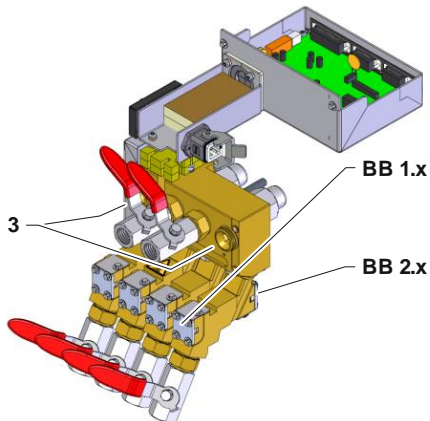

Fig. 3: Flow-5 avec robinet à boisseau
- Le cas échéant, démonter les robinets d'arrêt OUT 1 et 4 (marquage 3 → Fig. 3).